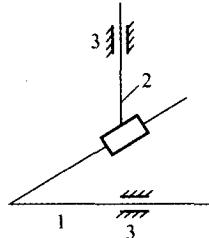

图 1-17 题 1.6.5 图
1.6.5 图 1-17 中的机构可动而自由度计算公式算出为零，为什么会出现这样的情况？